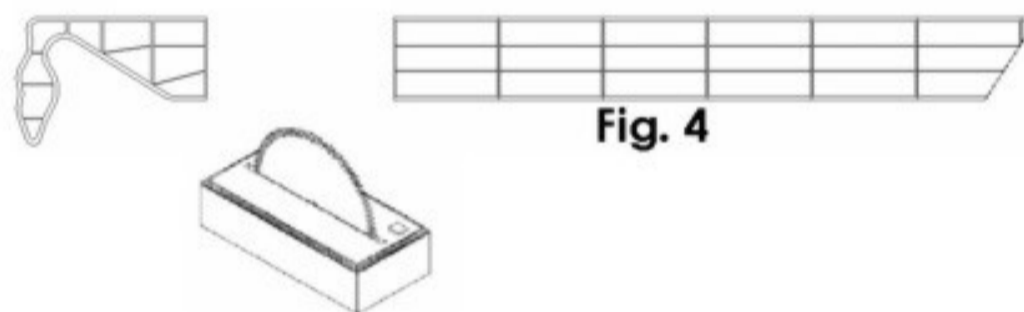

Fig. 4
4) Cortar en un lado la pestaña de la primera placa (mediante radial, sierra, etc...) según Figs. 4 y 4a.